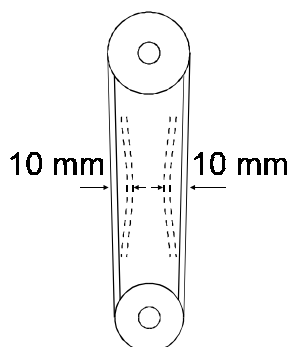
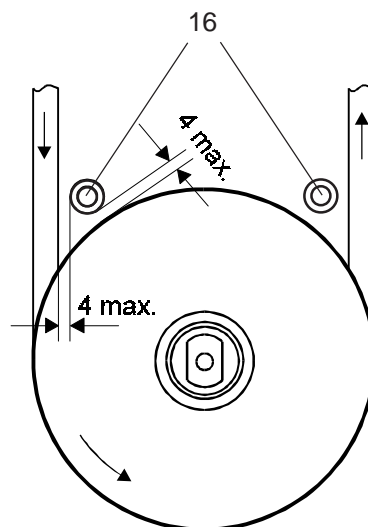

Fig. 6.2
Fig. 6.6
La cinghia è tesa correttamente se i due lati in senso opposto della cinghia stessa con una lunghezza $l = 1060$ mm cedono di circa 20 mm alla pressione tra il pollice e l'indice del meccanico (fig. 6.2).
- Allentare e spingere verso l'esterno le due protezioni antiscivolo (8) e le due protezioni d'entrata (16) della cinghia.
- Inserire la linguetta (3) nella scanalatura dell'albero motore (4).
- Inserire la puleggia (5) sull'albero motore (4), in modo tale che la linguetta (3) entri nella scanalatura elastica del foro della puleggia stessa.
- Fissare con il dado (6) la puleggia (5) in modo assiale sull'albero motore.
- Bloccare il dado (6) serrando la vite di bloccaggio (7).
- Inserire la cinghia e tenderla mediante il giunto (9) tra la consolle (10) e la sospensione del motore (11) (vedere fig. 6.2).
- Allineare la parte inferiore del carterino (1) nel senso di scorrimento della cinghia e bloccarla con le viti (2).
- Spingere la protezione antiscivolo (8) della cinghia nel senso della puleggia (distanza max 3 mm) e bloccarla.
- Spostare verso l'interno la protezione d'entrata della cinghia (16) sul lato d'entrata della cinghia, finchè la distanza tra il cilindretto di sicurezza e la puleggia, nonchè la distanza tra il cilindretto di sicurezza e la cinghia non superino 4 mm (vedere fig. 6.6).